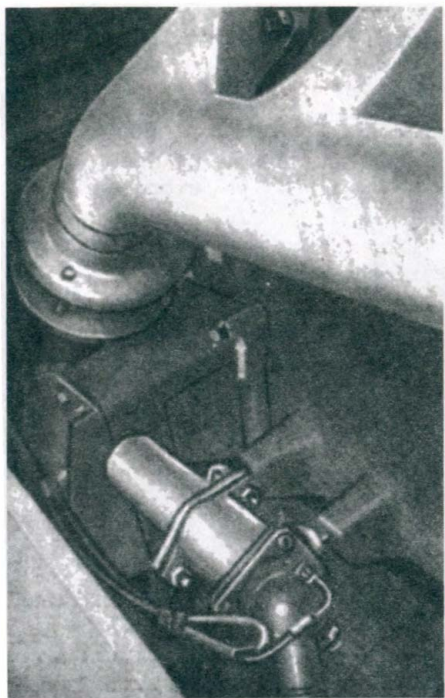

Рис.31 Блок двигателя сзади
- сзади на блоке двигателя (рис.31)